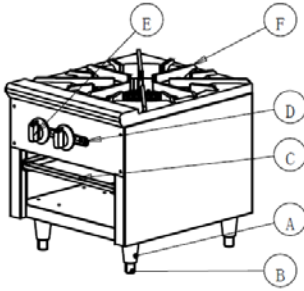

Figure 1. Fonctions et commandes.
2. Fermez tous les boutons de contrôle du gaz (E). Voir la figure 1.
4. Toutes les veilleuses des brûleurs doivent être allumées au bout du tube. Pointez une source d'allumage sur le tube des veilleuses dans le trou d'accès (D) du panneau avant. Lorsque la flamme est bien établie, retirez la source d'allumage.
1. Tenez la jambe de support (A) et faites tourner le pied de réglage (B) pour mettre l'équipement de niveau. Voir la figure 1.
3. Pour allumer les brûleurs, relâchez et faites tourner le bouton de contrôle du gaz (E) à la position « HIGH ».